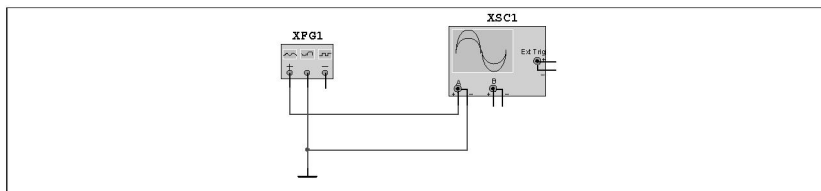

Рис. 4. Схема для наблюдения прямоугольного импульса
- Собрать схему, приведенную на рис. 4. Установить параметры прямоугольного сигнала: амплитуда – 8 В, частота – F кГц, коэффициент заполнения – k %.